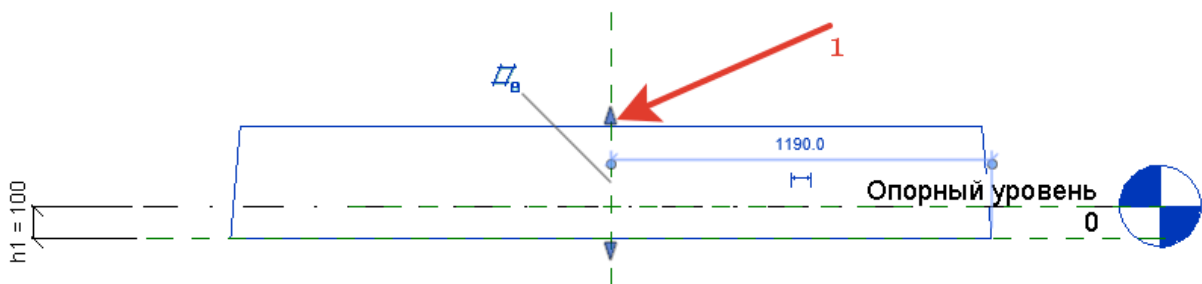

Рисунок 6
- 22 Перейдите к виду **Спереди**. Если верхняя линия построенного объекта выше Опорного уровня, то с помощью маркера (1 на рис. 6).